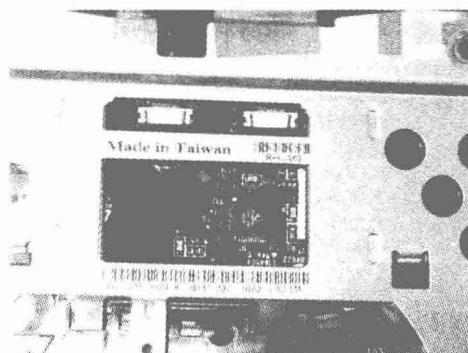

图 1-40 印制电路受潮氧化
- (2) 触摸板的印制电路受潮氧化, 如图 1-40 所示。